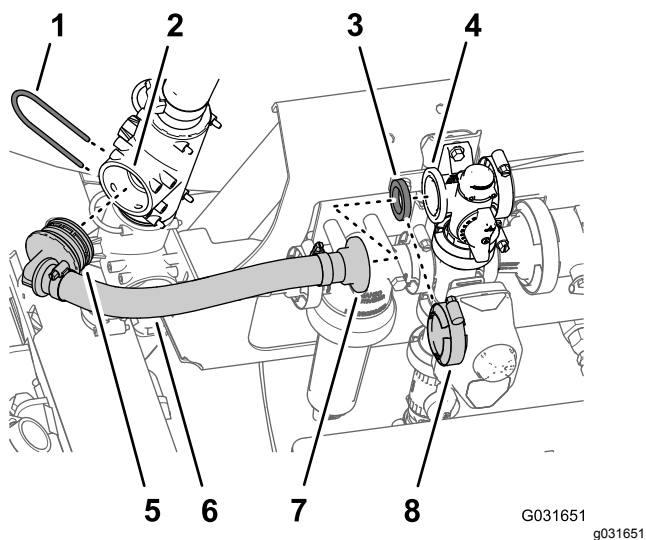

Рисунок 219
4. Совместите прямоугольный штуцер типа «елочка» нового шланга перепуска перемешивания в сборе (номер 131-9649 по каталогу Того) с открытым отверстием в верхнем тройнике и вставьте прямоугольный штуцер до его полной посадки в тройнике (Рисунок 219).
- Закрепите прямоугольный штуцер типа «елочка» на тройнике при помощи держателя (Рисунок 219), снятого при выполнении пункта 1.
- Совместите прямой фланцевый штуцер нового шланга перепуска перемешивания в сборе (номер 131-9649 по каталогу Toro) и прокладку с фланцем перепускного клапана (Рисунок 219).